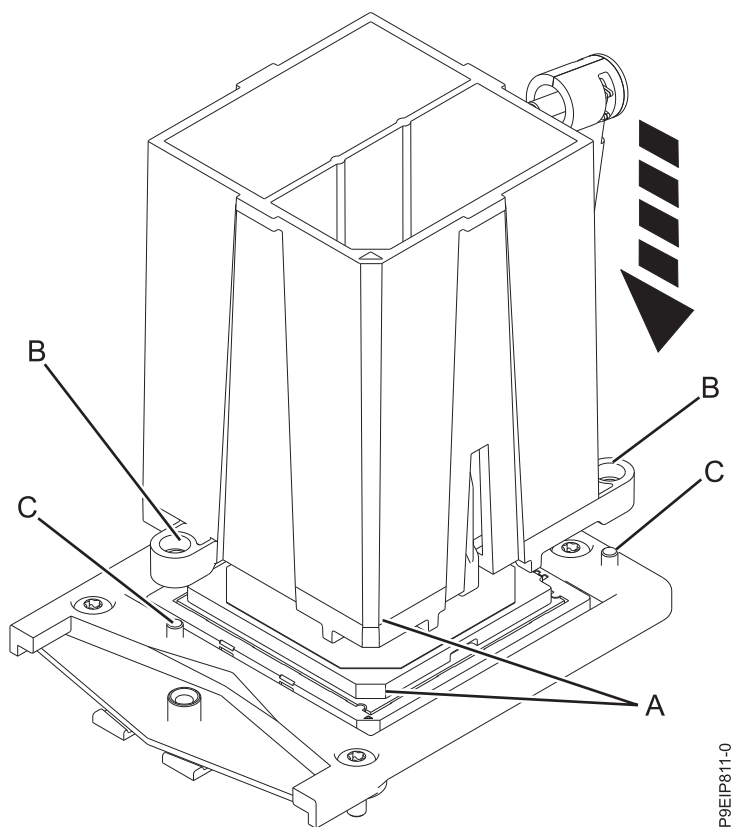

Figura 57. Abaixando a ferramenta de remoção no módulo de processador do sistema
8. Alinhe a ferramenta com a borda chanfrada (A) do módulo de processador do sistema, conforme mostrado na Figura 57. Abaixee a ferramenta sobre o módulo de processador do sistema, assegurando-se de que os dois pinos guia (C) sejam inseridos nos orifícios de alinhamento (B) em cada lado da ferramenta.